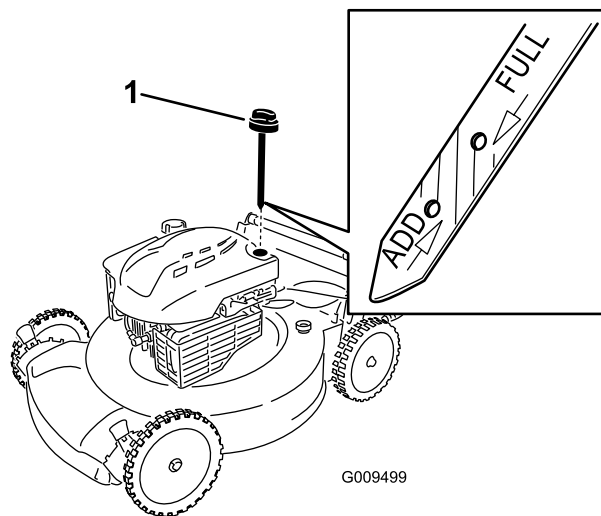

Рисунок 12
2. Извлеките масломерный щуп (Рисунок 12).
5. Определите уровень масла по отметкам на щупе (Рисунок 12).
горловину, подождите в течение 3 минут и повторите операции с 3 по 5, пока уровень масла не повысится до отметки «Полный» на масломерном щупе (Рисунок 12).